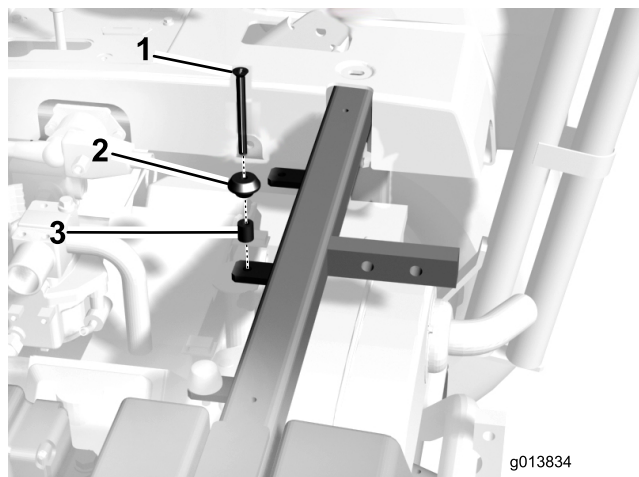

図 8
12. 新しいねじを使って、先ほど外した座席保持ポストとスペーサをフレームのタブに取り付ける（図 8）。この時点ではまだナットを取り付けないこと。